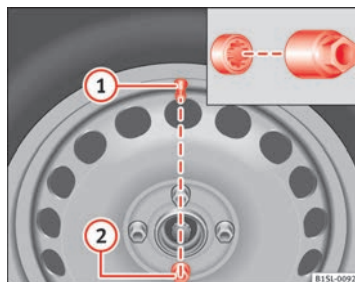

Fig. 144 Changement de roue : Valve du pneu ① et emplacement du boulon antivol de la roue ②.
Sur des roues avec enjoliveur intégral, le boulon antivol de la roue doit être vissé dans la position ⇒ fig. 144 ②. Sinon vous ne pourrez pas monter l'enjoliveur intégral.
⇒ fig. 144.